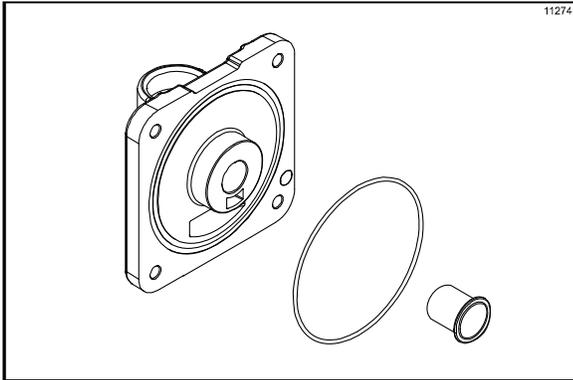

Figura 121
11. Coloque la junta tórica en la ranura de la parte trasera de la puerta del congelador. Lubrique el diámetro exterior del cojinete delantero. Coloque el cojinete delantero en el cubo de la puerta. (Vea la figura 121).